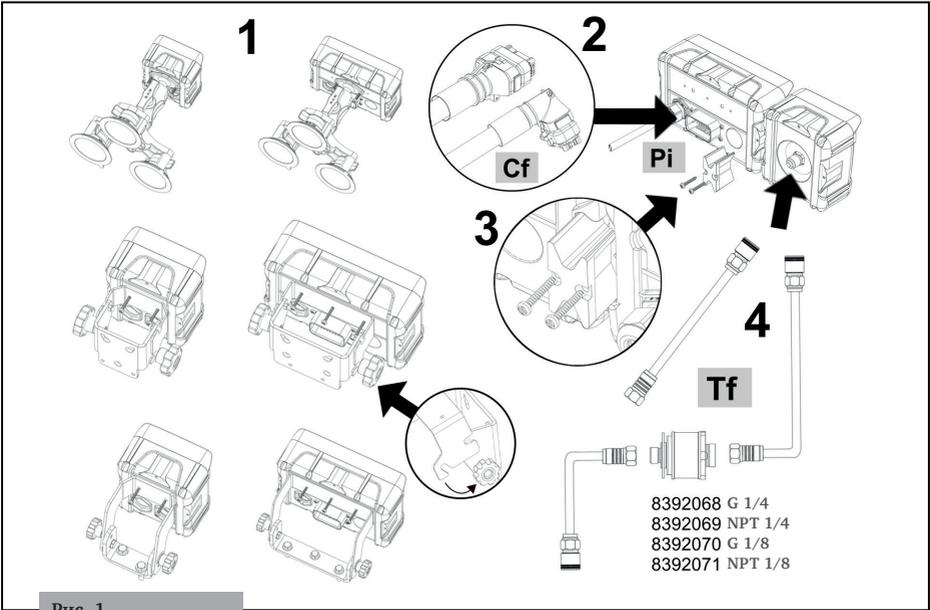

Рис. 1
### Установка блока управления (рис. 1)
Закрепите блок управления с помощью кронштейна рядом с сиденьем водителя, на видном и защищенном месте. Органы управления должны быть легко доступны и не должны закрывать обзор с водительского сиденья (1, рис. 1).
В случае с большой коробкой подключите конечный кабель Cf к гнезду Pi (2, рис. 1).
**ПРИМЕЧАНИЕ :** Возможно объединение гидравлического блока и/или блока манометров с блоками управления распылением. Для соединения используйте соединительный замок (3, рис. 1).
Подключение к дополнительному блоку - гидравлика и/или манометр (рис. 1)
- Блок манометра: надлежащим образом уплотните резьбу и установите комплект напорных шлангов от блока к блоку управления в соответствии с инструкциями производителя (4, рис. 1);